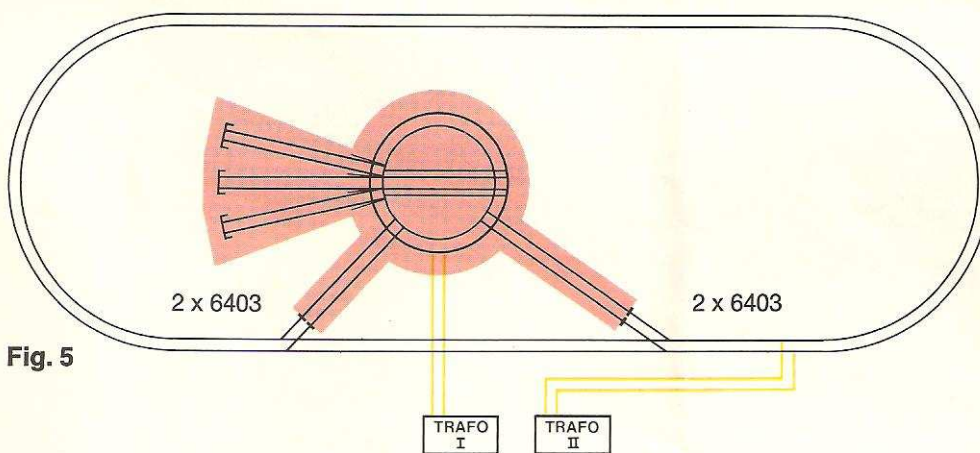

Fig. 5
**Operation of the layout with two, or more, transformers:** The turntable area should be controlled by a separate transformer. All lines which go over into the turntable area should be cut off with two isolating fish plates 6403 (Fig. 5).
**Alimentation du réseau au moyen de 2 ou plusieurs transformateurs:** La plaque tournante et les voies environnantes doivent en principe être alimentées par un même transformateur. En règle générale il faut placer 2 éclisses isolantes 6403 dans chaque voie aux approches de la plaque tournante (fig. 5).
**Werking van de installatie met 2 of meer regel-transformatoren:** Het draaischijfbereik moet met een aparte regel-transformator uitgevoerd worden. In principe zijn alle rails bij de overgang van het draaischijfbereik tot de installatie door het inbouwen van 2 isolatie-railverbindingen 6403 elektrisch te scheiden (Fig. 5).
Våndskiveområdet bör drivas med en speciell reglerbar transformator. Från början skall alla spår vid övergången från våndskiveområdet till anläggningen skiljas genom att du sätter in 2 isoleringsskärvar 6403 (fig. 5).